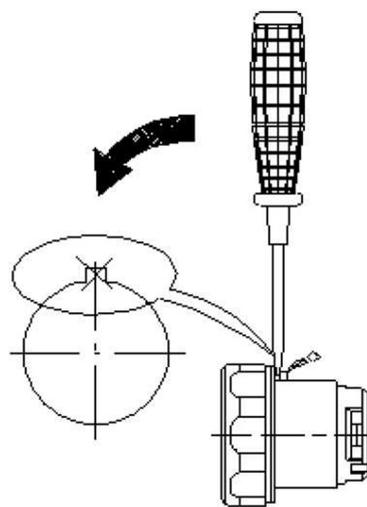

Рис. 11 Удаление выступа для фиксации кнопки
7. 1.3 Если в монтажном отверстии нет прорези для фиксации положения кнопки, удалите выступ для фиксации кнопки с помощью отвертки, затем установите кнопку в соответствии с инструкциями выше, см. рисунок 11.